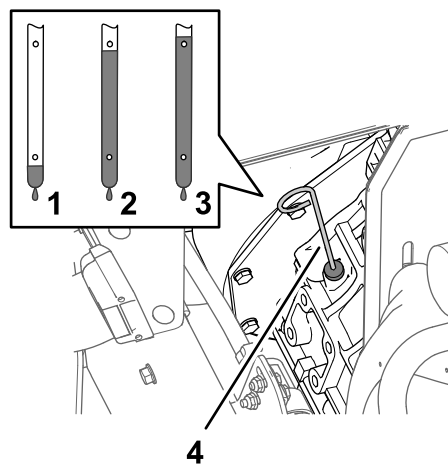

Figura 73
7. Aggiungete lentamente olio aggiuntivo specificato per portare il livello fino al segno Full sull'asta di livello (Figura 73).